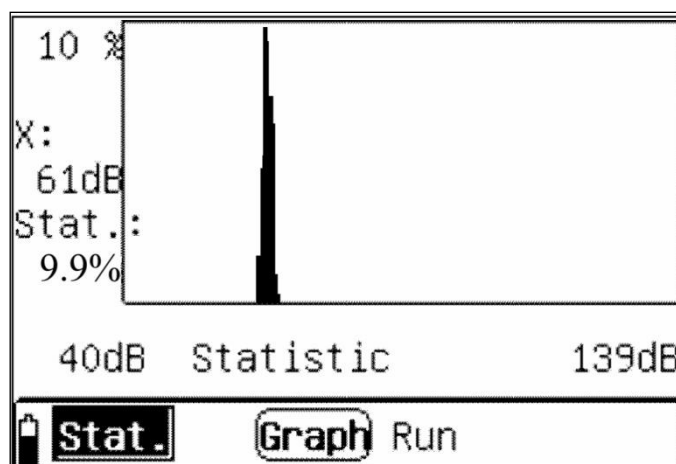

Fig. 13: Ecrã gráfico da análise estatística
8. O ecrã mostra o diagrama da distribuição estatística correspondente à gravação em curso com actualização a cada segundo. Na parte esquerda do gráfico é apresentada a percentagem estatística do nível de pressão sonora correspondente ao valor em dB medido pelo instrumento, que pode ser alterado usando os botões seta “◀” e “▶”, no âmbito da escala de medida apresentado no eixo das abcissas. No exemplo da Fig. 13, o valor da pressão sonora é de 61dB em 9.9% dos valores medidos dentro da escala 40 – 139dB